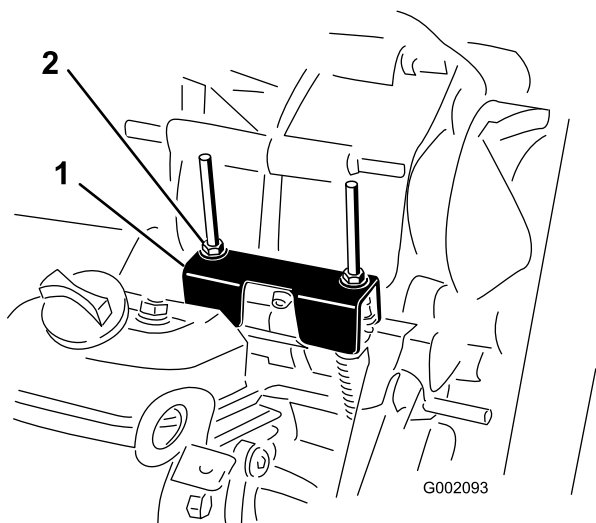

図 48
定期整備を行う時やエンジンの故障診断を行う時には、トランスアクスルをニュートラルにシフトしておく必要があります図 48。トランスアクスルをニュートラル位置にするにはシフトレバーを操作します。以下の操作を行って、ニュートラルでシフトレバーが正常に機能することを確認してください
2. ニュートラルブラケットがニュートラル位置シフトブラケットの下にあるケーブル取り付けブラケットと面一になっていることを確認する図 48。
3. ロックナットのひとつ図 48を回して、ナットワッシャの底面とニュートラルブラケットとの間のすきまが 0.76 - 1.52 mm になるように調整する。